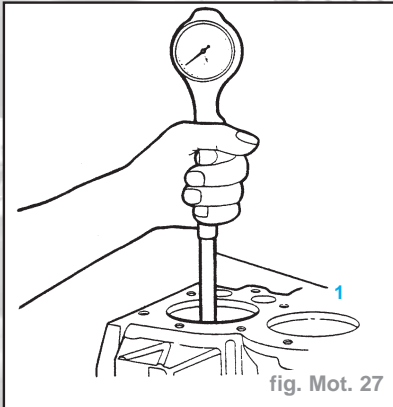

fig. Mot. 27
- A l'aide d'un micromètre intérieur (1) ou d'un calibre de cylindre, mesurer le diamètre de l'alésage à mi-hauteur environ et noter la mesure (Fig. Mot. 27).